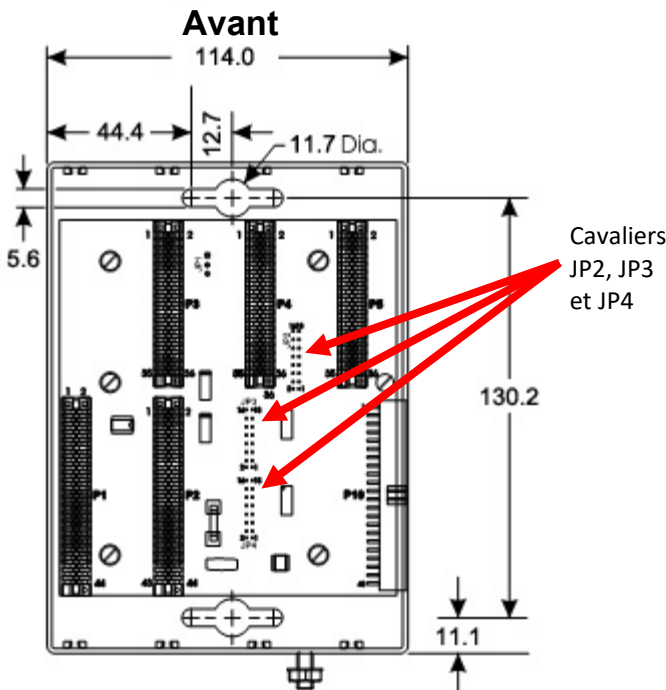

Figure 2. Dimensions du boîtier de base à 4 emplacements ControlWave Micro (en millimètres)
- Boîtier de base. Positionnez comme souhaité sur la plaque de montage et repérez l'emplacement des orifices de fixation sur la plaque en utilisant le ControlWave Micro comme modèle. Voir *Figure 2* pour les dimensions. Percez et taraudez les orifices de fixation dans la plaque. Positionnez le ControlWave Micro au-dessus des emplacements taraudés et fixez-le à la plaque avec 4 vis (non fournies). Serrez les vis au couple de 1,1 à 1,4 N.m environ.
Remarque : en cas de fixation d'un boîtier d'expansion à un boîtier de base à 4 ou 8 emplacements, déposez les trois terminaisons de bus (JP2, JP3 et JP4 illustrés *Figure 2*) de la face arrière du boîtier de base.
Les boîtiers de base possèdent un plot de masse (voir *Figure 2*) qui peut recevoir des fils mesurant jusqu'à 5,19 mm. Après avoir installé le boîtier de base et tout